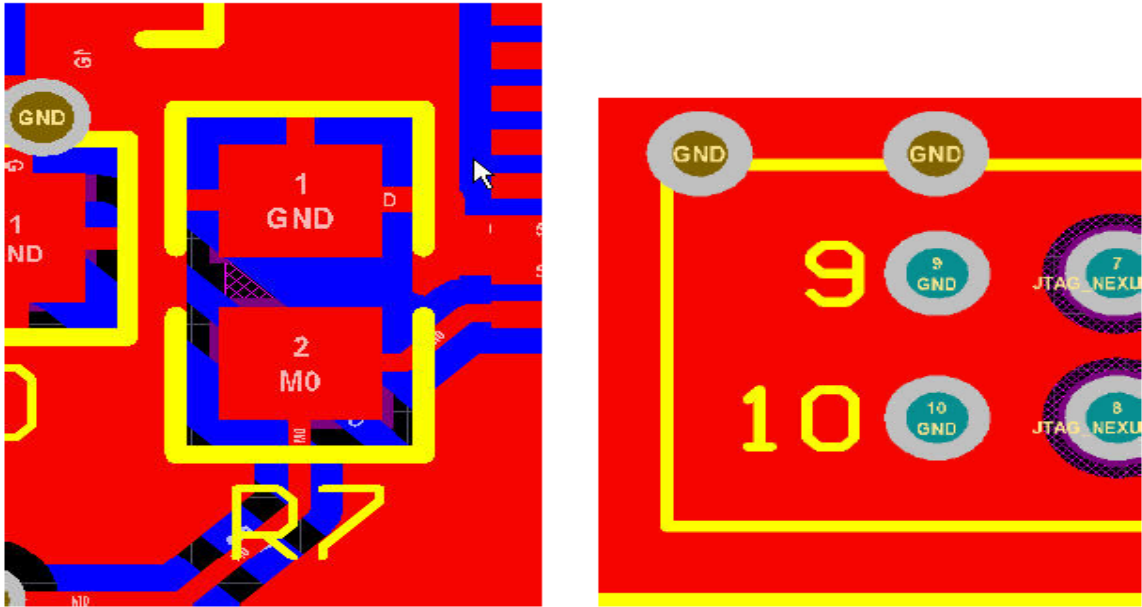

图 74 做好规则设置后的铺铜效果
4. 设置规则后，确定保存，然后推出，执行 Repour all polygons 重新铺铜。重新铺铜后的效果如下图 74 所示。过孔为直接连接，其他 SMD 封装为热焊盘连接。